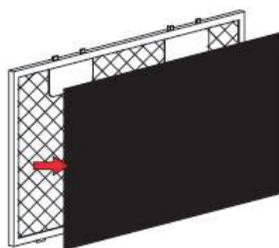

Imagen 2
3. Coloque el nuevo filtro de carbón en el filtro de grasa, consulte la imagen 2.